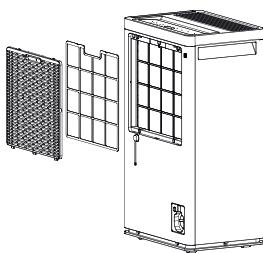

Рис. 5
9. Чистка фильтра (Рис. 5). Достаньте фильтр, промойте его в мыльной воде, прополосните в чистой воде, высушите и вставьте на место. В среднем необходимо проводить чистку фильтров не реже чем раз в две недели при постоянном использовании, иначе производительность прибора может снизиться.